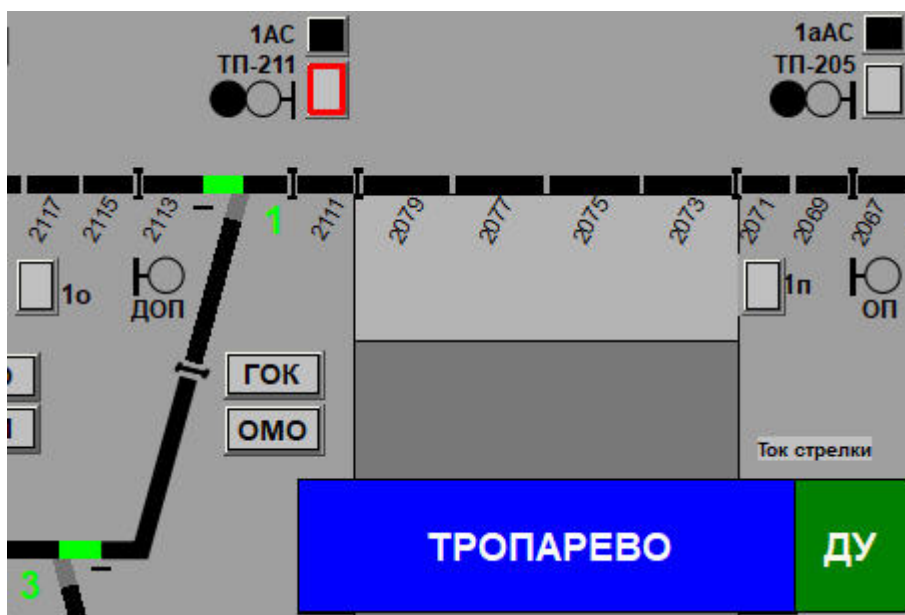

Рис. 3.5 Задание маршрута
1. Нажать ЛКМ на кнопку начала маршрута (расположена у светофора), контур кнопки начнет мигать красным цветом (Рис. 3.5).